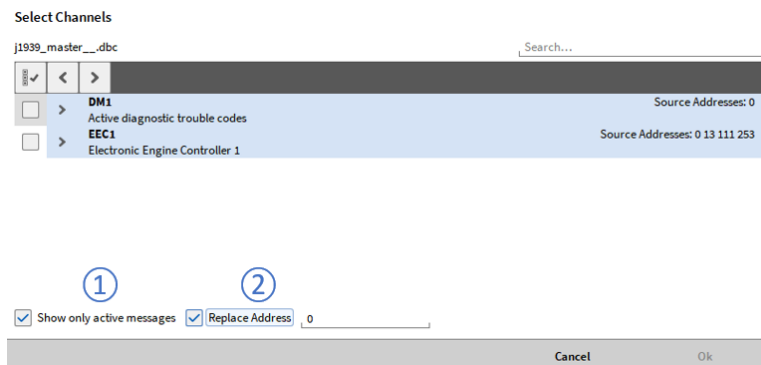

Abb. 7.213: Kanalauswahl für SAE J1939-Nachrichten und -Signale
Wenn eine dbc- oder arxml-Datei geladen wird, die J1939-Nachrichten enthält, wird die Quelladresse angezeigt, wenn *Nur aktive Nachrichten anzeigen* aktiviert ist (siehe ① in Abb. 7.213).
Durch Auswahl von *Adresse ersetzen* ist es möglich, die aktuelle Quelladresse der dedizierten Nachricht durch eine benutzerdefinierte zu ersetzen (siehe ② in Abb. 7.213).